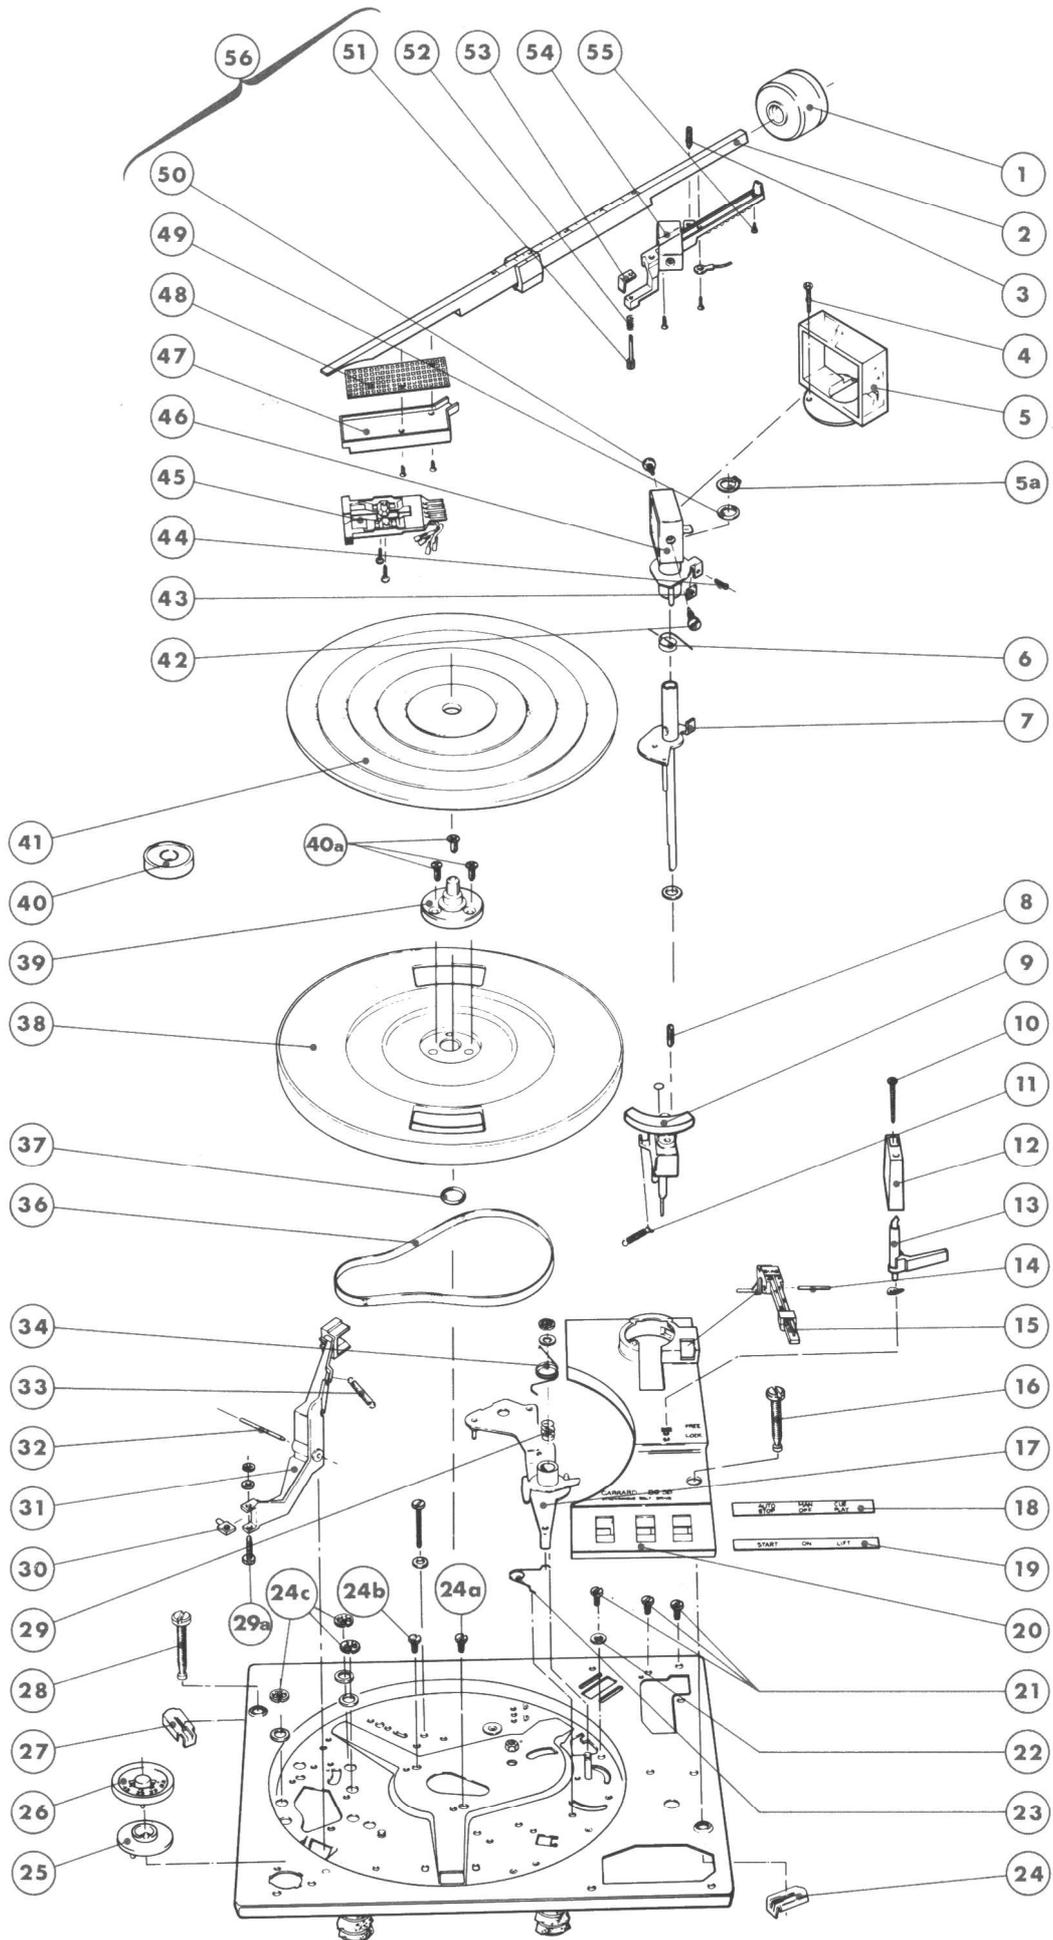

Fig. 3
## I – DEMONTAGE DU PLATEAU ET DE LA COURROIE D'ENTRAÎNEMENT (Fig. 3)
## II – DEMONTAGE DU MOTEUR (Fig. 3)
## III – DEMONTAGE DU BRAS DE LECTURE (Fig. 3)
- 2° - Retirer les vis (24A) et (24B) (Fig. 3).
- 3° - Enlever la tringle d'arrêt manuel (23) du support d'axe de plateau (31).
- 4° - Retirer l'anneau d'arrêt (20A) et la tringle d'arrêt en fin de disque (19) de son axe de fixation.
- 5° - Enlever la bille (22) du coulisseau (34).
- 6° - Retirer l'anneau d'arrêt et la rondelle (24A) du levier de mécanisme bras et came (24).
- 7° - Enlever l'anneau d'arrêt et la rondelle (28A) du levier de came (30).
- 9° - Enlever par traction l'ensemble des pièces (24), (29), (30), (31), (34) et (19) de la platine.
- 10° - Retirer la came (36A), de l'axe (32) et la rondelle (31A).
- Nota :** placer la bille (22) sur le coulisseau (34) avant de positionner l'ensemble des pièces (24), (29), (30), (31), (34) et (19). Replacer correctement l'ergot du levier de came (30) sur le chemin de distribution de la came (36A).